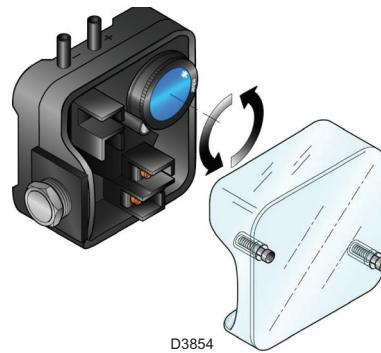

图 29
- 设定风压开关（图 29）至量程的起始位置。
上述调整结束后，开始设定风压开关，此时风压开关应已经置于量程开始位置（图 29）。